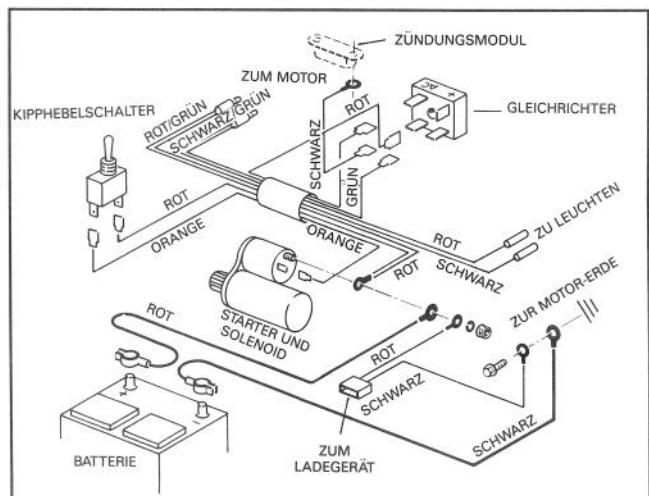

Abbildung 12
17. Das positive (+) Batteriekabel, den roten Draht des Kabebaums und den roten Draht vom Ladestecker an den Außenanschluß des Solenoids mit Federring und M8-Bundmutter anschließen (Abb. 12).
18. Das eine Ende des orangefarbenen Drahtes des Kabelbaums an die Solenoid-klemme und das andere Ende an eine der zwei Klemmen des Kippschalters anschließen (Abb. 12).
20. Einen rot/weißen Kabelbaumdraht an Kippschalter anschließen und den anderen roten Draht an die positive (+) Klemme des Gleichrichters (Abb. 12).
21. Beide grüne Drähte an die diagonalen, mit "AC" markierten Gleichrichterklemmen befestigen (Abb. 12).